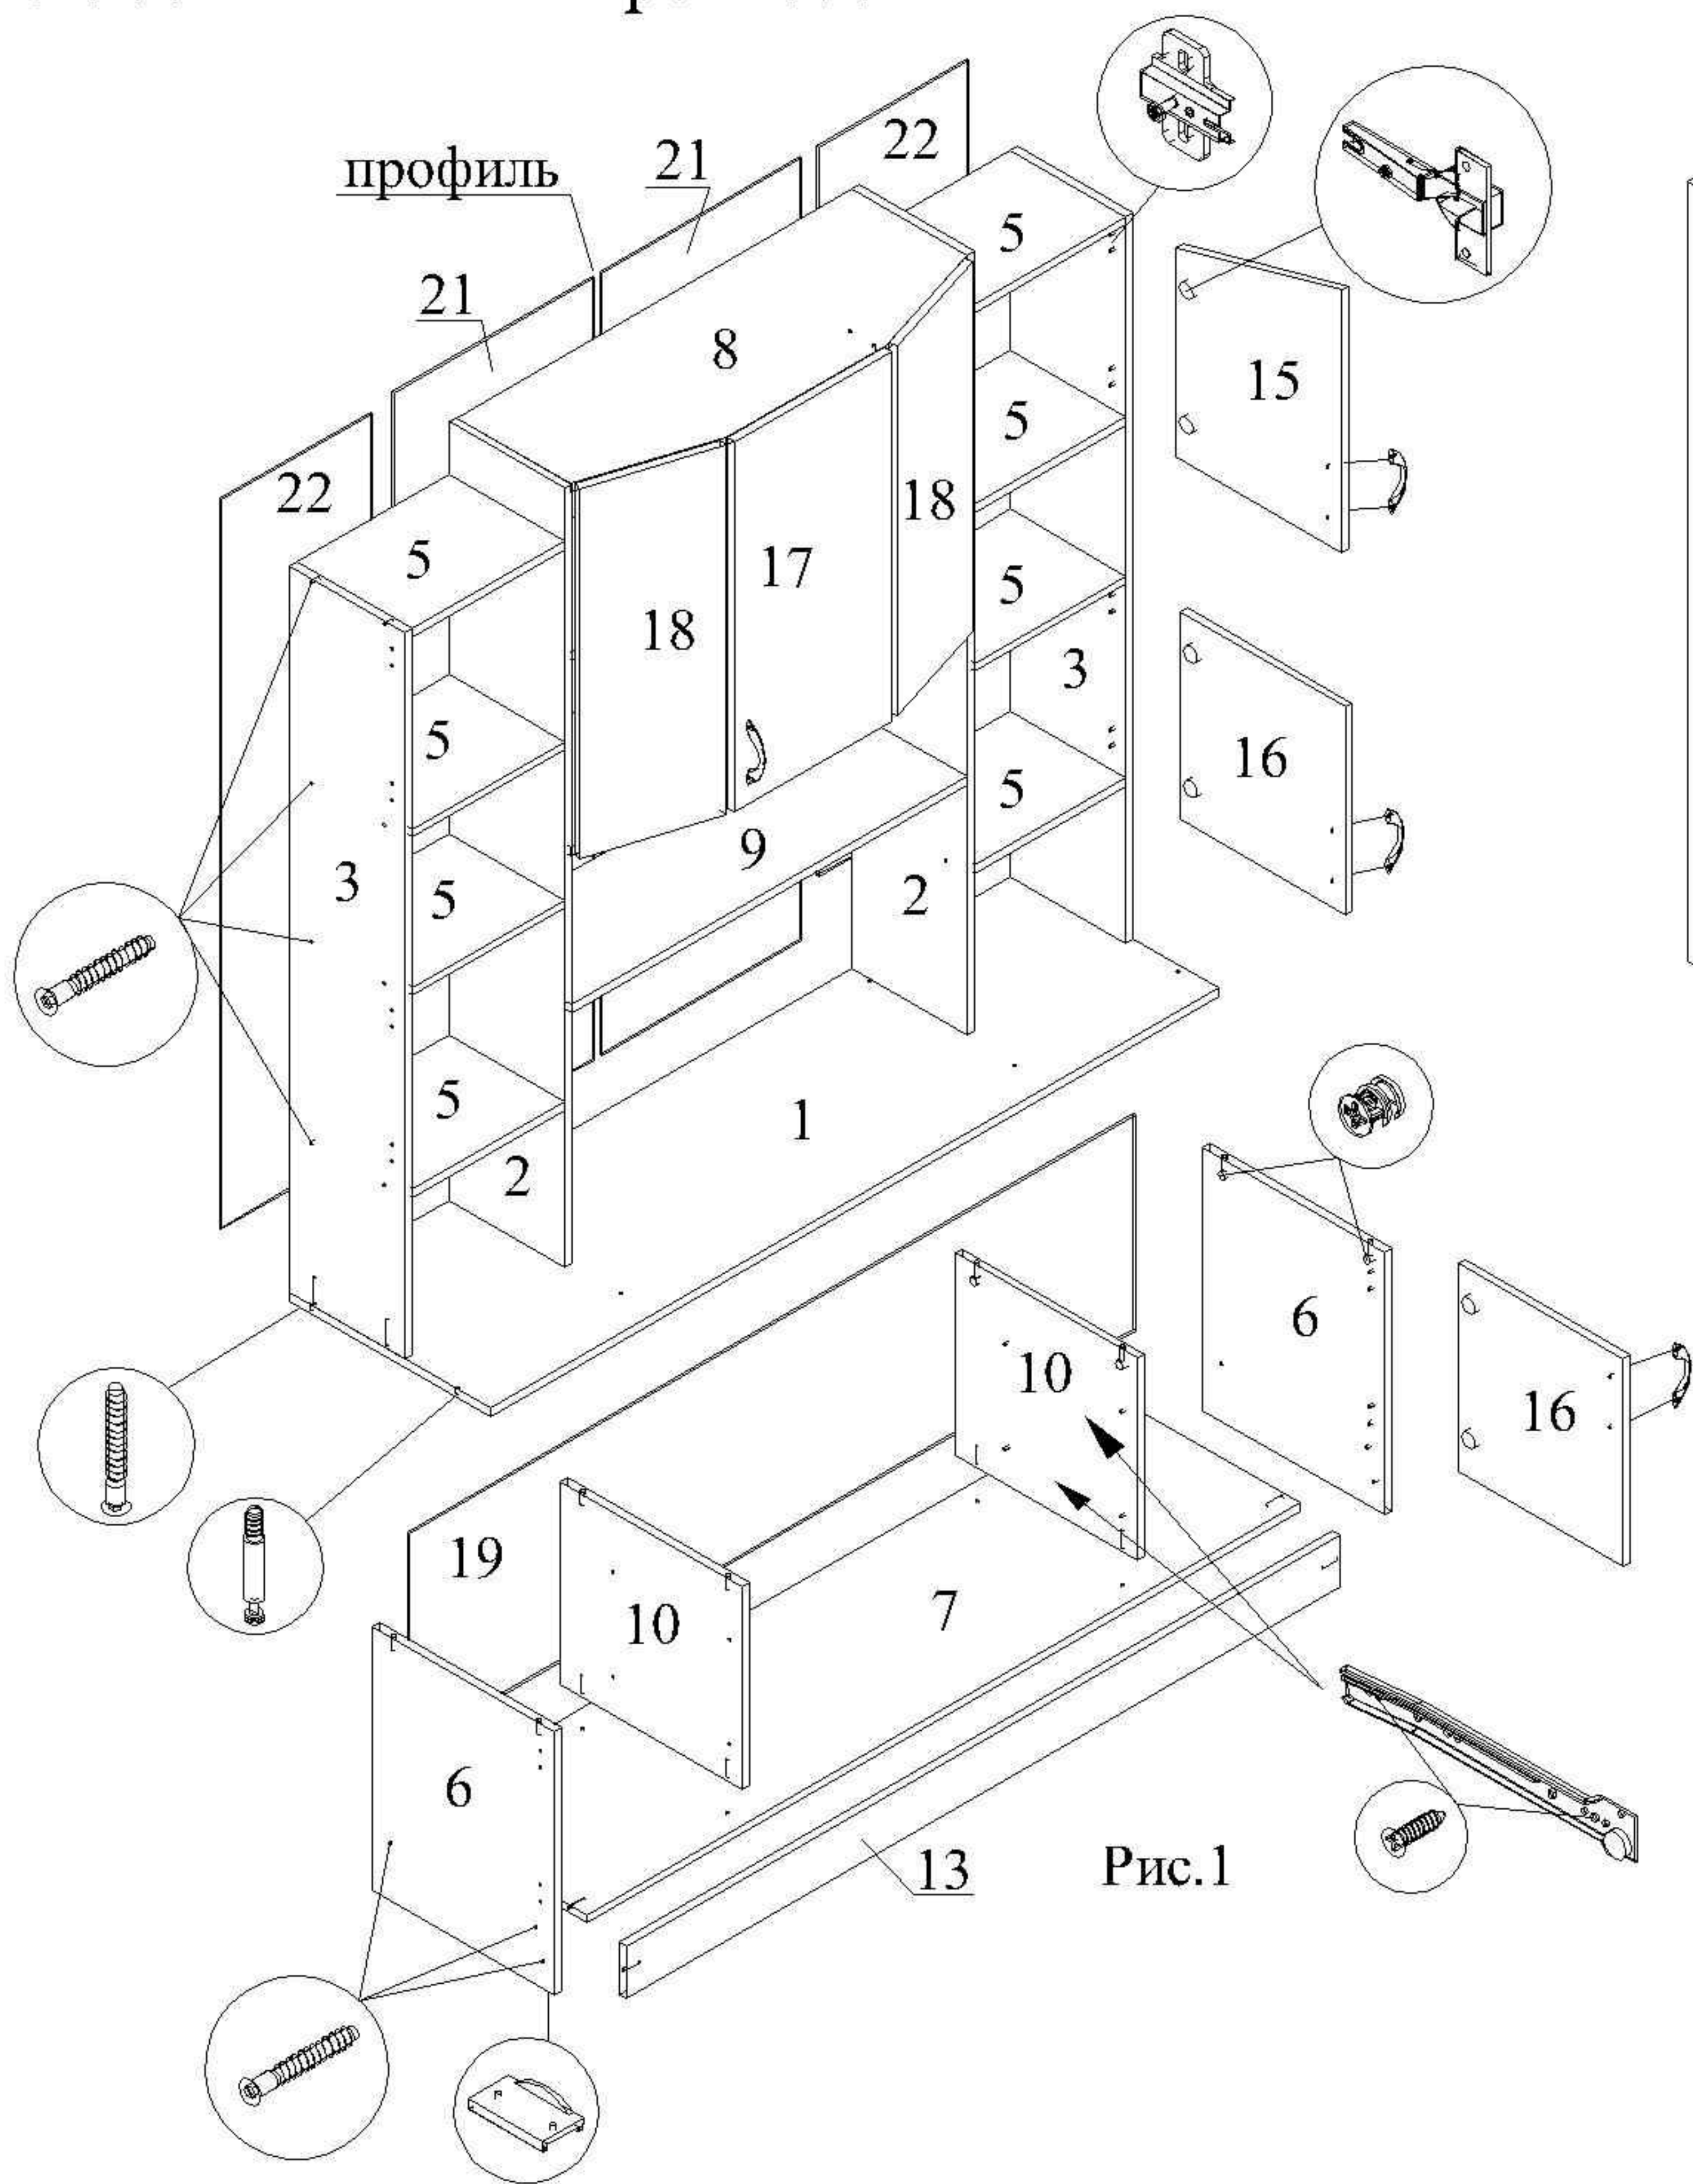

Рис.1
1. Крепить детали 7 и 13 к деталям 6 с помощью евровинтов (рис.1).